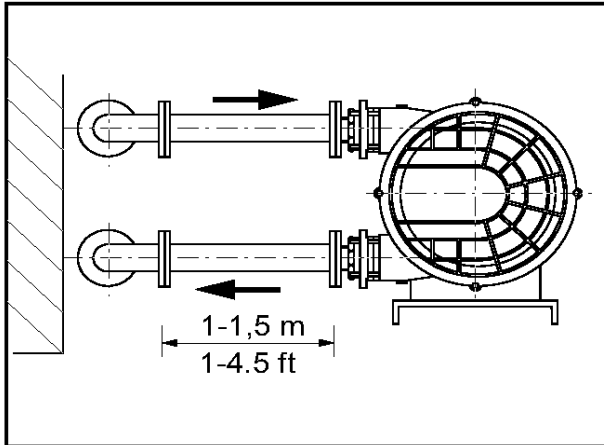

Fig. 7
1. Pumpen levereras i driftklart skick. Före igångkörning, se till att pump och drivenhet är rätt hopsatta. Standardpumpen levereras med sugport i toppen / tryckport i bottenanslutningarna på vänster sida (Fig. 7). Rörledningarna måste dras så att rörens vikt inte ligger an på pumpen.